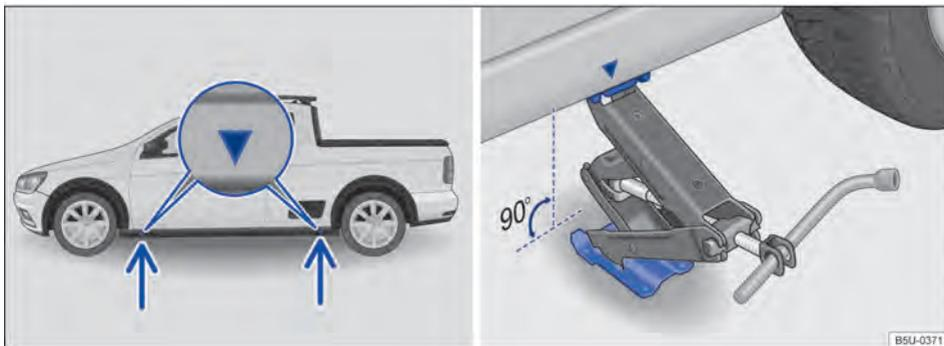

Fig. 206 Pontos de apoio do macaco e macaco posicionado no lado esquerdo traseiro do veículo.
O macaco somente pode ser posicionado nos pontos de apoio indicados (marcação na carroceria) → Fig. 206. É válido o ponto de apoio localizado próximo à roda correspondente → ⚠.
7. Procurar sob o veículo o ponto de apoio do macaco → Fig. 206, mais próximo da roda a ser trocada.
9. Garantir que a base do macaco, com toda sua superfície, esteja sobre o chão e que a base se encontre perpendicularmente abaixo do ponto de colocação → Fig. 206.
10. Alinhar o macaco e, simultaneamente, levantar a garra do macaco até ela se encaixar na travessa debaixo do veículo → Fig. 206.
- Posicionar o macaco somente nos pontos indicados. A garra do macaco deve se encaixar no perfil da longarina de forma segura → Fig. 206.